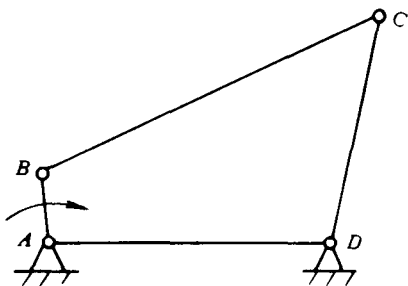

图 1-6
5. 图 1-6 所示曲柄摇杆机构中, 曲柄为原动件, 试画出该机构的最小传动角 ($\gamma_{\min}$) 的位置。